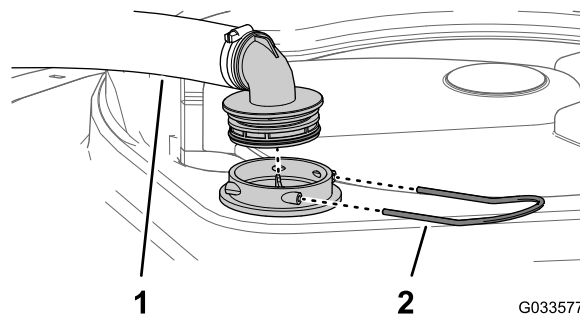

Рисунок 95
2. В верхней части бака опрыскивателя снимите держатель, который крепит шланговый штуцер, подсоединенный к большому шлангу, идущему от корпуса фильтра (Рисунок 95).
- Отсоедините шланг и шланговый штуцер от корпуса фильтра (Рисунок 95).